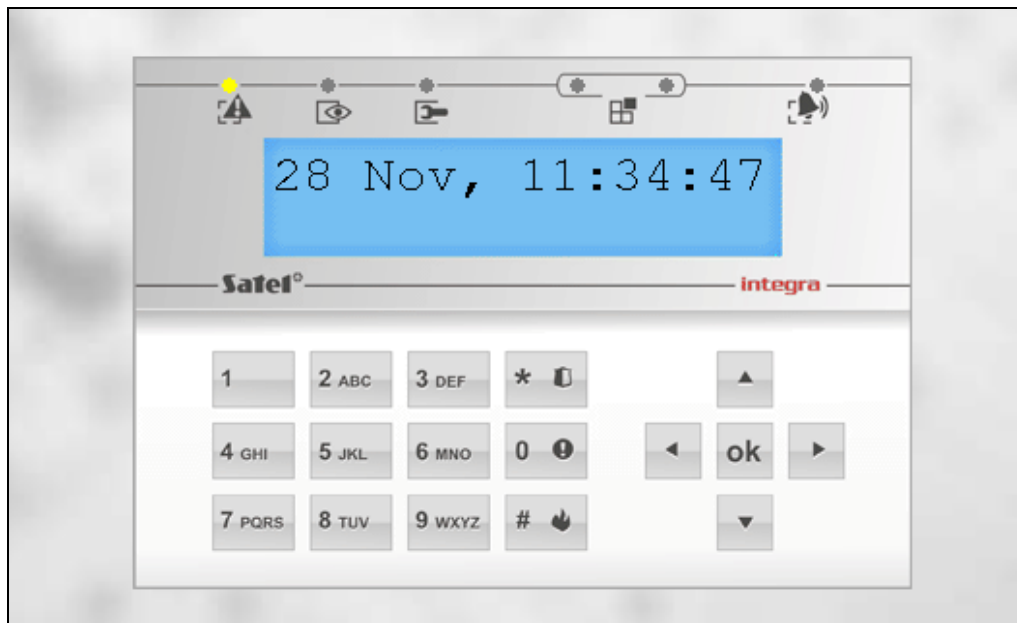

Abb. 21. Internetbrowser: Virtuelles Bedienteil.
5. Im Webbrowser erscheint das virtuelle Bedienteil (Abb. 21).